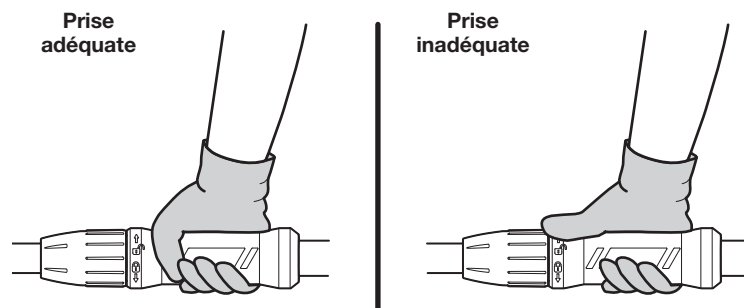

Fig. 12
- Entourez fermement la prise de la tige et de perche des pouces et des doigts (Fig. 12). Cela permettra de réduire le risque de perte de contrôle de l'appareil en cas de rebond. Toute prise avec les pouces et les doigts du même côté que la prise de la tige ou la prise de perche est dangereuse (Fig. 12).